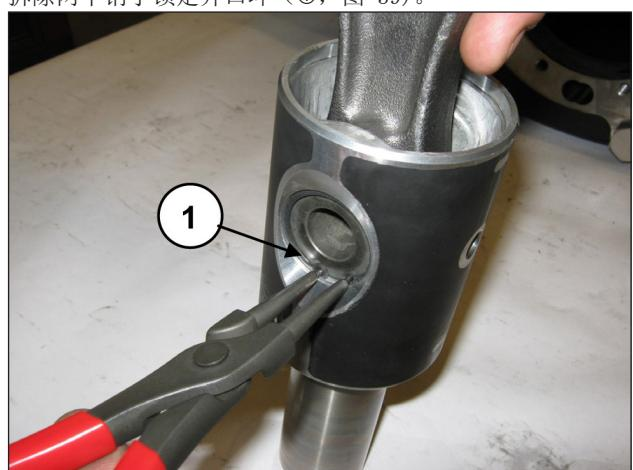
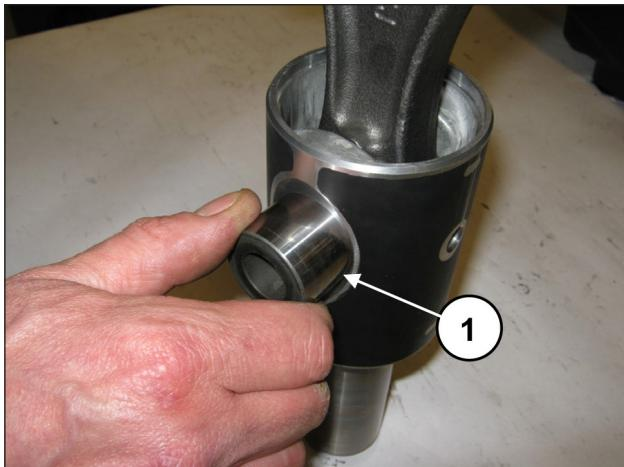
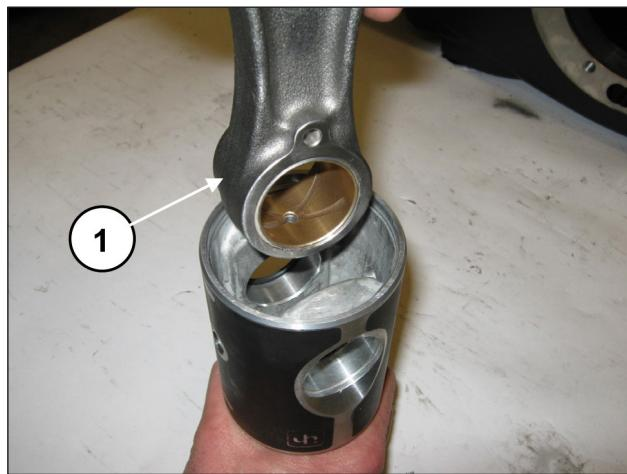

图 39
图 40
图 41
拆除两个销子锁定开口环（①，图 39）。
取出销子(①, 图 40)并抽出连杆(①, 图 41)。
将连杆插入活塞导承(①, 图 41)，接着插入销子(①, 图 40)。安装两个肩部开口环(位置①, 图 39)。